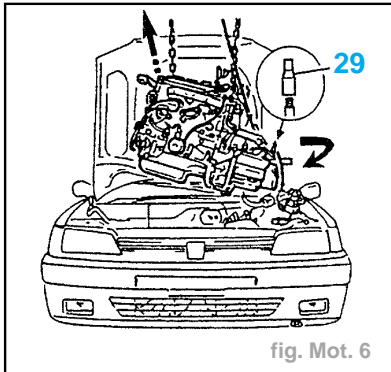

fig. Mot. 6
- Récupérer l'embout métallique (29) (fig. Mot. 6).
- Positionner l'embout métallique (29) sur l'axe de boîte de vitesses puis l'enduire de graisse PCAS SPAGRAH (fig. Mot. 6).